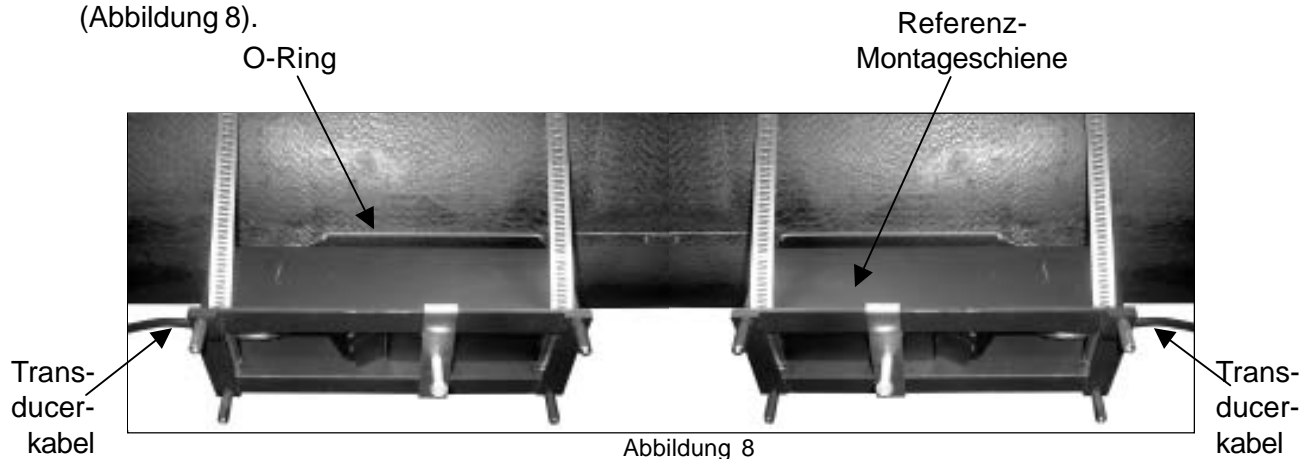

Abbildung 8
- Die O-Ringdichtung über die Kanten des Transducers schieben, bis sie auf dem Rohr aufsitzt (Abbildung 8).